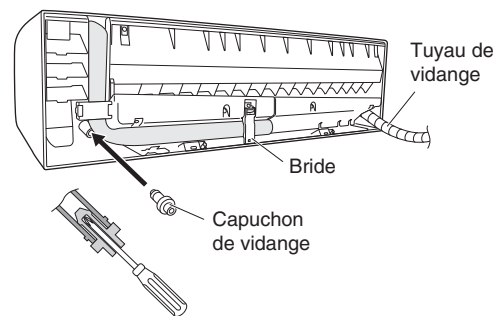

Fig. 3-30
- (d) Fixer à nouveau le tuyau de vidange sur le côté gauche et le capuchon de vidange sur le côté droit. (Fig. 3-30)
- (3) Installer l'unité intérieure sur le panneau arrière.
- (4) Connecter la tuyauterie et le câblage acheminés de l'extérieur à l'intérieur.
- (5) Après avoir effectué le test de fuite, regrouper la tuyauterie avec un ruban d'armature et la placer dans la zone de stockage à l'arrière de l'unité intérieure. La maintenir avec des pinces. (Figs. 3-30 et 3-32)